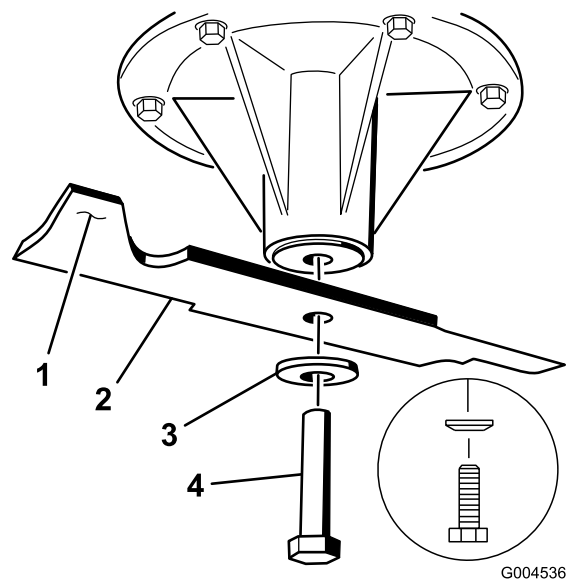

Bild 81
1. Setzen Sie das Messer auf die Spindelwelle (Bild 81).
2. Setzen Sie die Federscheibe und die Messerschraube ein (Bild 81).
Hinweis: Der Konus der Federscheibe muss bei der Installation in Richtung Schraubenkopf zeigen (Bild 81).